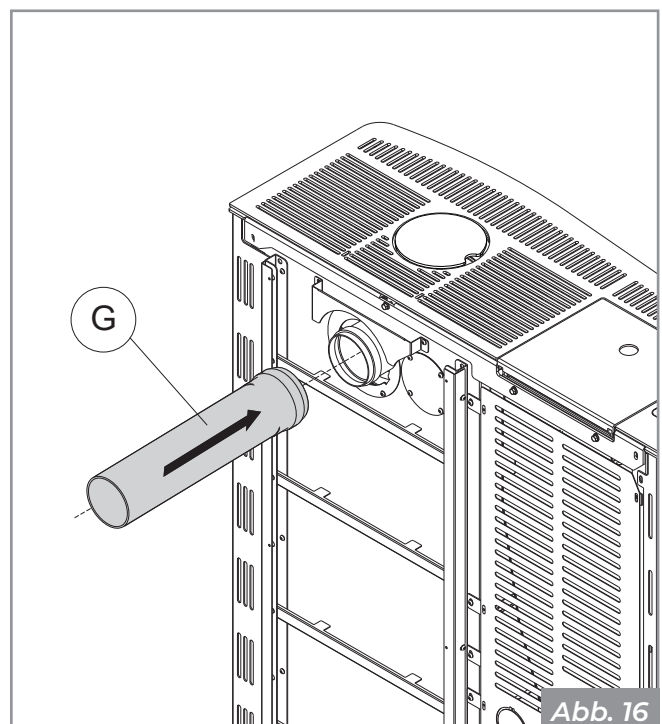

Abb. 16
- ES ist möglich, das Rauchrohr (**G**) an den Rauchstellring anzuschließen (**D**) (**Abb. 16**).